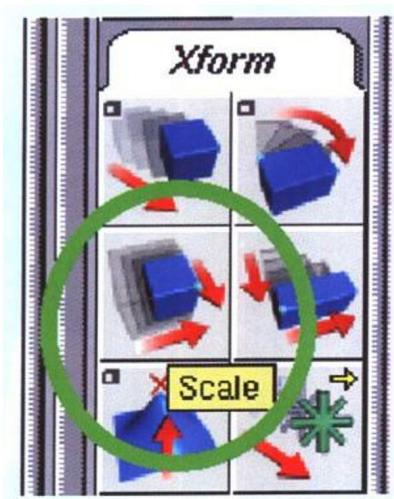

图 1-24
(1) 选择 Scale 工具 (*Xform* → *Scale*)，如图 1-24 所示。